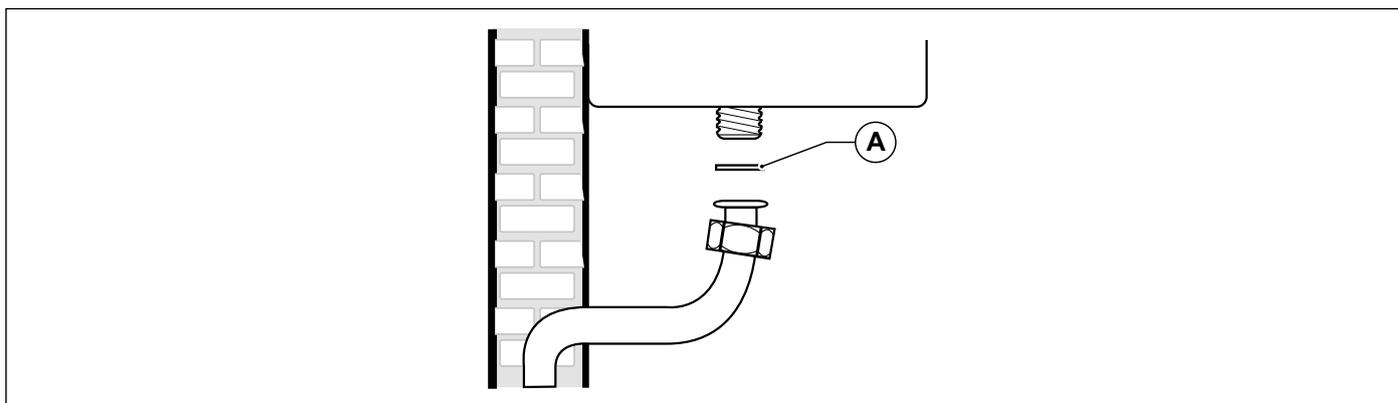

Fig. 17 Raccordement au réseau du gaz
Pour brancher la connexion de gaz de la chaudière à la tuyauterie d'alimentation, IL EST OBLIGATOIRE d'interposer un joint (A) de butée étanche ayant les dimensions adéquates et d'un matériau approprié (voir Fig. 17 Raccordement au réseau du gaz).